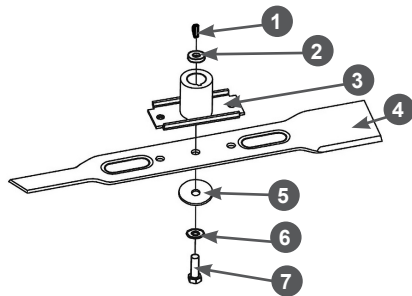

Рис. 27 Установка ножа
2. С помощью соответствующего инструмента открутите болт 7 крепления ножа и снимите нож (Рис. 27).
3. Снимите с вала двигателя адаптер 3 ножа и втулку 2 адаптера (Рис. 27).
4. Убедитесь в том, что шпонка 1 адаптера на месте и не имеет повреждений (Рис. 27). Во избежание утери шпонки во время заточки ножа или других работ по обслуживанию газонокосилки извлеките шпонку из шпоночного паза и уберите в надёжное место.
7. Установите все детали на место в порядке, обратном снятию. Схема установки показана на Рис. 27. 8. Зафиксируйте нож от проворачивания и надёжно затяните болт 7 крепления ножа (Рис. 27).